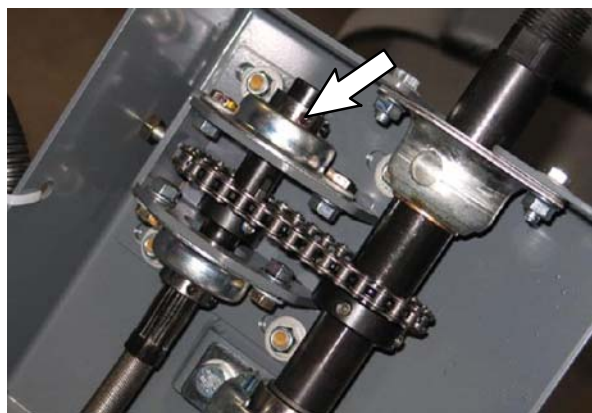
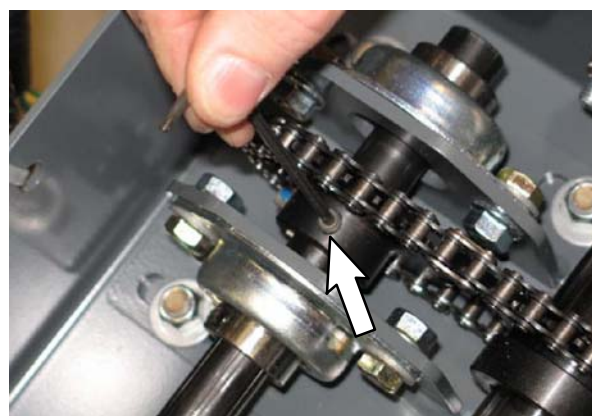

AFB. 19
AFB. 20
18. Verwijder de steunbeugel/lagerflens van het stuurkanaal/stuuras. (Afb. 19/Afb. 20)